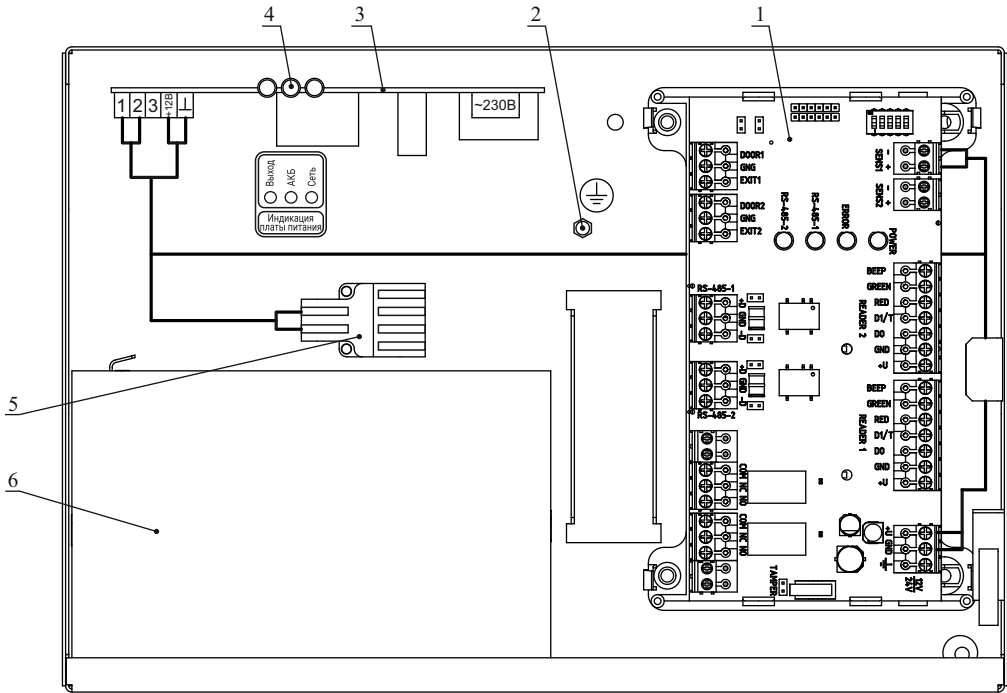

Рисунок 2 – Внутреннее устройство модуля
- Внутри корпуса модуля (рисунок 2) размещены: